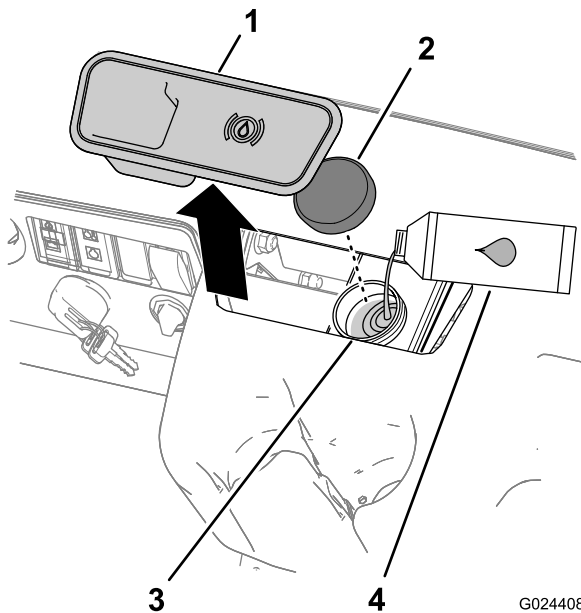

Bild 13
2. Entfernen Sie die Gummiblende in der Mitte oben am Armaturenbrett, um an den Hauptbremszylinder und den Behälter zu gelangen (Bild 13).
- A. Reinigen Sie den Bereich um den Behälterdeckel und nehmen den Deckel ab (Bild 13).
- C. Schrauben Sie den Behälterdeckel wieder auf (Bild 13).